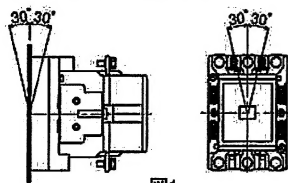

図1
- (1) 湿気、じんあい、振動の少ない所に設置してください。
- (2) 垂直面に取付けてください。許容傾斜角度は30°以内です。(図1)